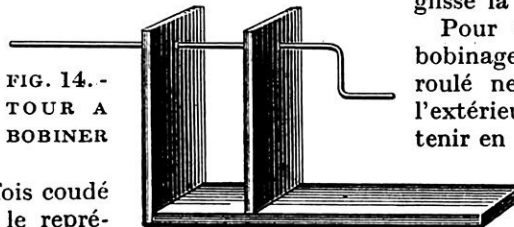

FIG. 14. — TOUR A BOBINER
**Construction d'un tour à bobiner.** — La figure 14 montre un tour dont la construction est très simple: deux planchettes rectangulaires sont clouées sur une semelle en bois (1); un fil de fer, long de 40 centimètres, épais de 4 millimètres et deux fois coudé à angle droit, comme le représente la figure, constitue l'axe.